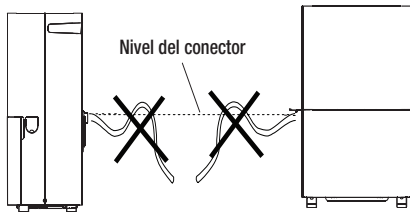

Figura 5
- Coloque el otro extremo de la manguera de jardín a un desagüe de suelo. Compruebe que la manguera quede plana y esté en el desagüe (8). Asegúrese de que todas las partes de la manguera están por debajo (7) del conector de la manguera del deshumidificador. (Figura 4) Asimismo, la salida de la manguera debe estar al menos 5,5 pulgadas por debajo del conector de la manguera. La manguera no debe estar retorcida ni contraída. (Figura 5)